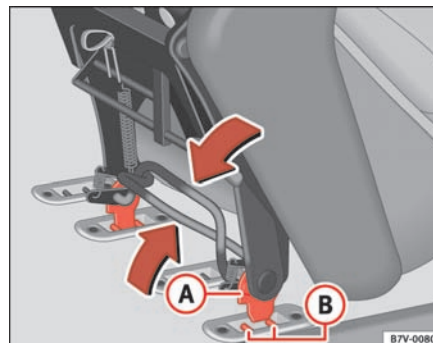

Fig. 94 Montering af sæde: bøjler og fastgørelsesbolte
- Sæt sædestellet ⇒ side 125, fig. 94 **(A)** mellem fastgørelsesboltene **(B)** i holderne i bunden af bilen, og slip de to bøjler.